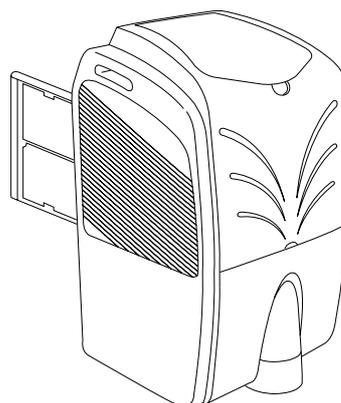

Abb. 4
- Zum Ausbauen den Luftfilter herausziehen (Abb. 4).